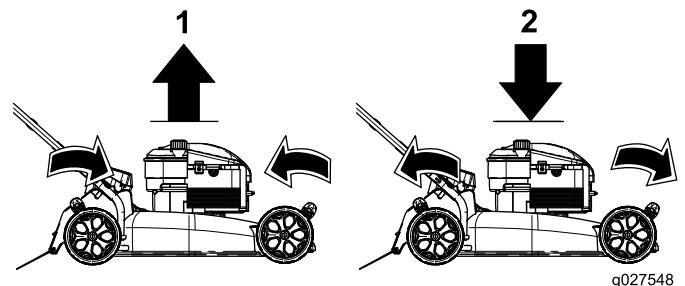

Figura 13
**Nota:** Para elevar o bajar la máquina, mueva las palancas de altura de corte según se muestra en Figura 13.